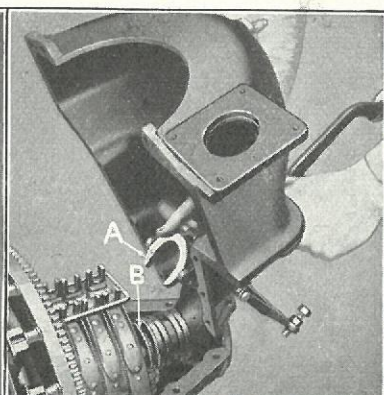

Fig. 305
- (e) Indsæt Koblingsgaflen (Fig. 305-A) i bageste Spor »B« paa Koblingsudløserstykket. Sænk Transmissionsdækslet til det hviler paa Trækilen paa Krumtaphuset.